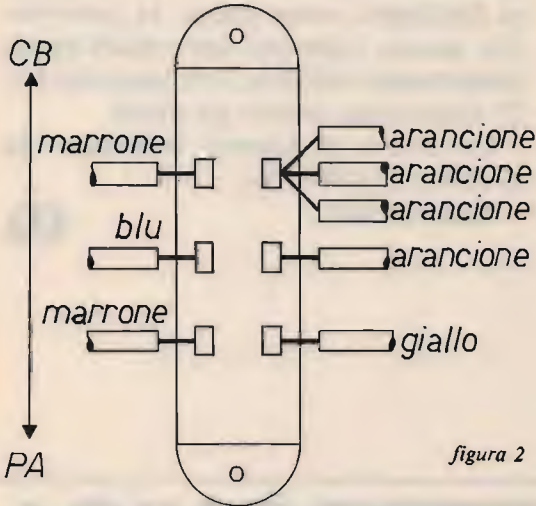

figura 2
6) Con un tronchesino tagliare il più vicino possibile agli ancoraggi del commutatore i due fili del PA (giallo e marrone di figura 2) e isolarli. Dissaldare dal com-